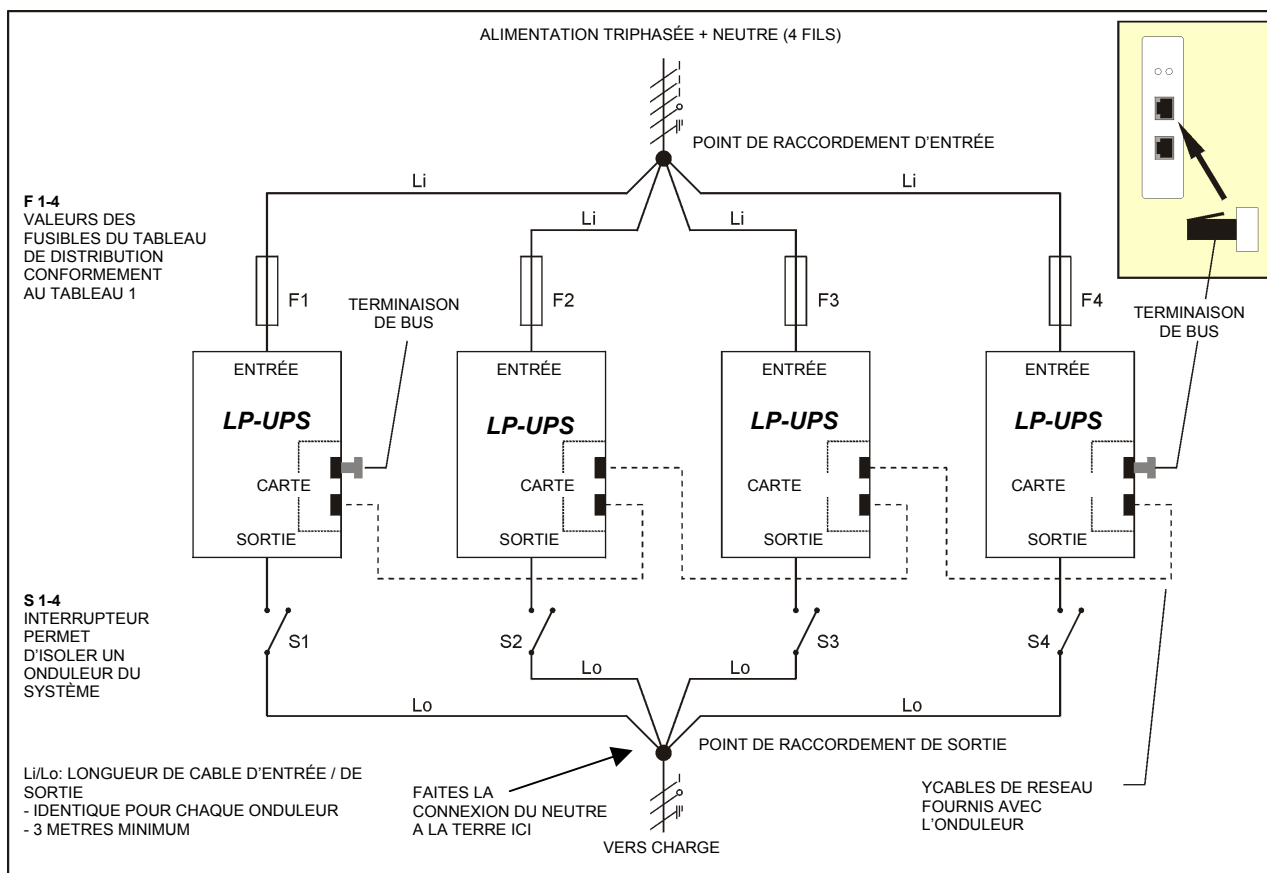

Figure 10. Installation de plusieurs onduleurs LP 31T fonctionnant en parallèle
2. Toutes les sorties doivent être raccordées entre elles et alimenter la charge. Il est conseillé de monter les interrupteurs (S 1-4, fig. 10) sur le câble de sortie afin de pouvoir isoler un onduleur du système si une réparation ou un entretien s'avérait nécessaire. Il est conseillé de connecter le neutre à la terre dans le raccordement de sortie.
4. La longueur de tous les câbles d'entrée entre le point de raccordement d'entrée (Li, fig. 10) et les entrées des onduleurs doit être égale. Il en est de même pour les câbles reliant les sorties au point de raccordement de sortie (Lo, fig. 10). La longueur minimum des câbles d'entrée et de sortie est égale à 3 mètres.
7. Connectez les cartes RPA des onduleurs entre elles au moyen du câble de réseau fourni avec l'onduleur. Voir figure 10 (ligne pointillée). Ne montez pas d'autres câbles que ceux fournis avec les onduleurs ! Sur le premier et le dernier onduleurs du système, seule une prise RPA est utilisée pour interconnecter les onduleurs. Il faut placer un terminateur de bus dans l'autre prise RPA (disponible). Les terminateurs de bus requis sont livrés avec l'unité.
2. Enlevez les fusibles d'installation (3x) du circuit d'entrée de cet onduleur (F1-4, figure 10).
3. Séparez la sortie de l'onduleur du point de raccordement de sortie (S1-4, figure 10).